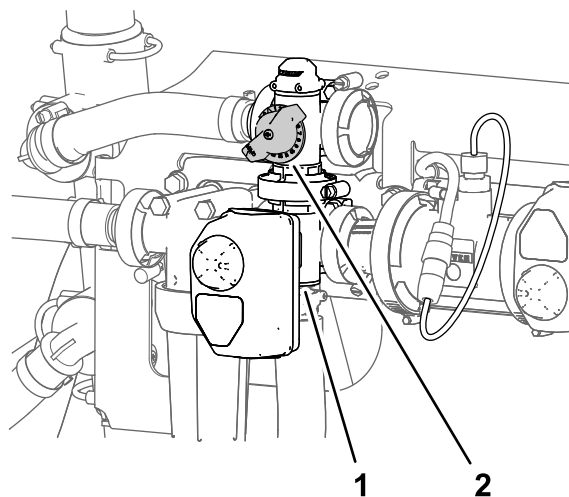

图 35
11. 调整搅拌阀背面的搅拌旁通阀图 35 直至压力表上打药机系统压力读数为 6.89bar。